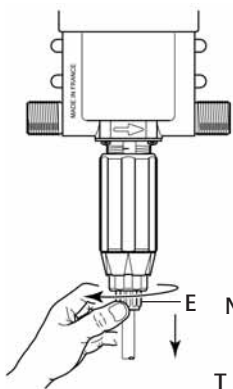
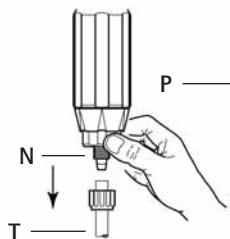

Рис. 15
Рис. 16
- Отвинтите гайку (Рис. 15-Е), и снимите всасывающий шланг (Рис. 16-Т).
- Отвинтите и снимите гайку (Рис. 16-Н).